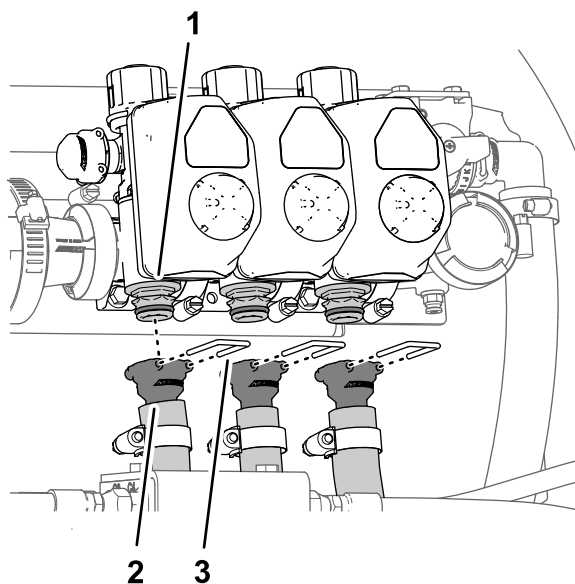

Figura 39
6. Retire las horquillas de retención que sujetan los conectores dentados rectos a los conectores rápidos de las válvulas de sección de los brazos izquierdo, central y derecho (Figura 39).
7. Retire las mangueras de las válvulas de sección de los brazos izquierdo, central y derecho de la máquina (Figura 39).